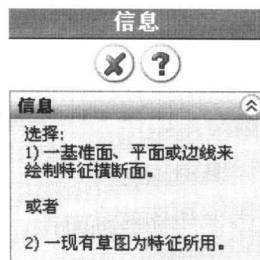
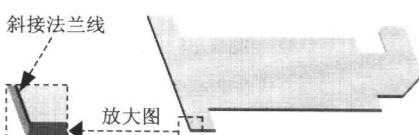

图 1.9 “信息”窗口
图 1.10 斜接法兰线
(1) 选择命令。选择下拉菜单 **插入(I)** → **钣金(H)** → **斜接法兰(M)**... 命令(或单击“钣金”工具栏上的“斜接法兰”按钮 ), 系统弹出图 1.9 所示的“信息”窗口。在模型中选取图 1.10 所示的边线为斜接法兰线(“信息”窗口自动消失), 系统自动生成基准平面 1, 并进入草绘环境。